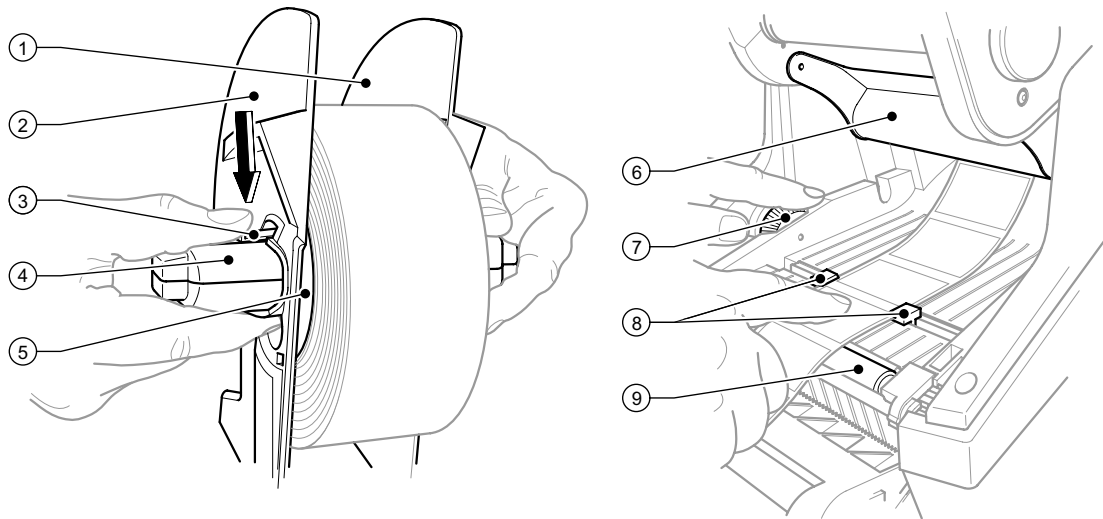

Abb. 4: Rollenaufnahme und Führung des Etikettenmaterials
Hebel Abb. 4 (3) herunterdrücken und die Randsteller 1 und 2 Abb. 4 (2) auf Etikettenbreite mittig justieren.
5. Entriegelungstaster (6) drücken und das Druckmodul nach oben klappen.
6. Leporello-Etiketten unterhalb der Umlenkung Abb. 4 (6) nach vorn und weiter über die Druckwalze Abb. 4 (9) bis ca. 15 cm außerhalb des Druckers durchführen.
7. Etikettenführungen (8) mit dem Stellrad (7) so weit nach außen fahren, dass die Etiketten dazwischen passen. Den Etikettenstreifen mit der Hand nach unten drücken und die Etikettenführungen (8) wieder dicht an die Etikettenkanten heranfahren.
9. Etikettenmaterial durch den Schlitz im Bedienfeld (5) nach außen führen. Bedienfeld (5) hochklappen und Deckel (3) schließen.